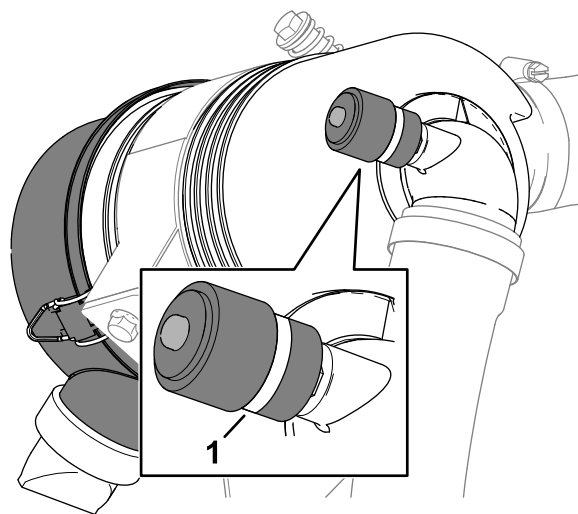

Figura 80
3. Compruebe el indicador de mantenimiento en el extremo de la carcasa del filtro de aire (Figura 80).